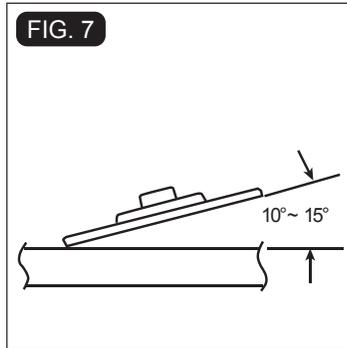

FIG. 7
TRABAJOS DE RECTIFICADO (FIG. 7)
- Se logra un rectificado eficiente controlando la presión y manteniendo el ángulo entre el disco y la pieza de trabajo de 10° a 15° (FIG. 7). Si el ángulo es muy poco profundo, la herramienta es difícil de controlar. Si el ángulo es demasiado empinado, la presión se concentra en un área pequeña, causando quemaduras en la superficie de trabajo.
- Cuando utilice un nuevo disco abrasivo, no mueva el disco hacia adelante sobre la pieza de trabajo. Hacerlo hará que el borde del disco corte la superficie de la pieza de trabajo. Mientras muele, la dirección del movimiento debe ser hacia atrás, hacia el operador (FIG. 7).